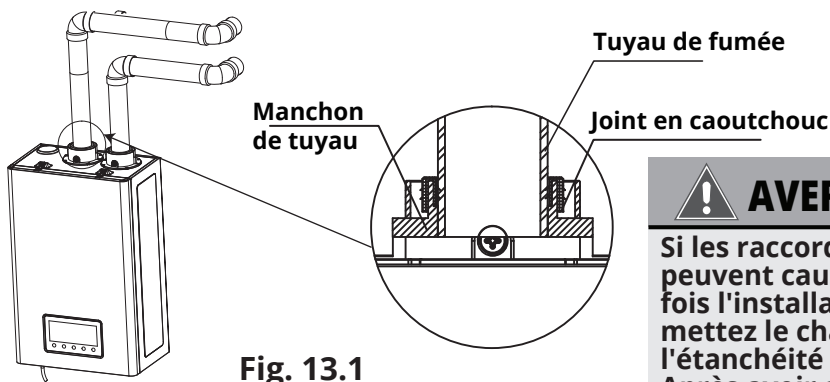

Fig. 13.1
2. Insérer le tuyau dans le manchon de l'évent pour débiter la pose de l'évent. Veillez à faire glisser complètement l'évent dans le manchon jusqu'à ce que l'extrémité entre en contact avec le fond de celui-ci. (Voir la fig. 13.1)